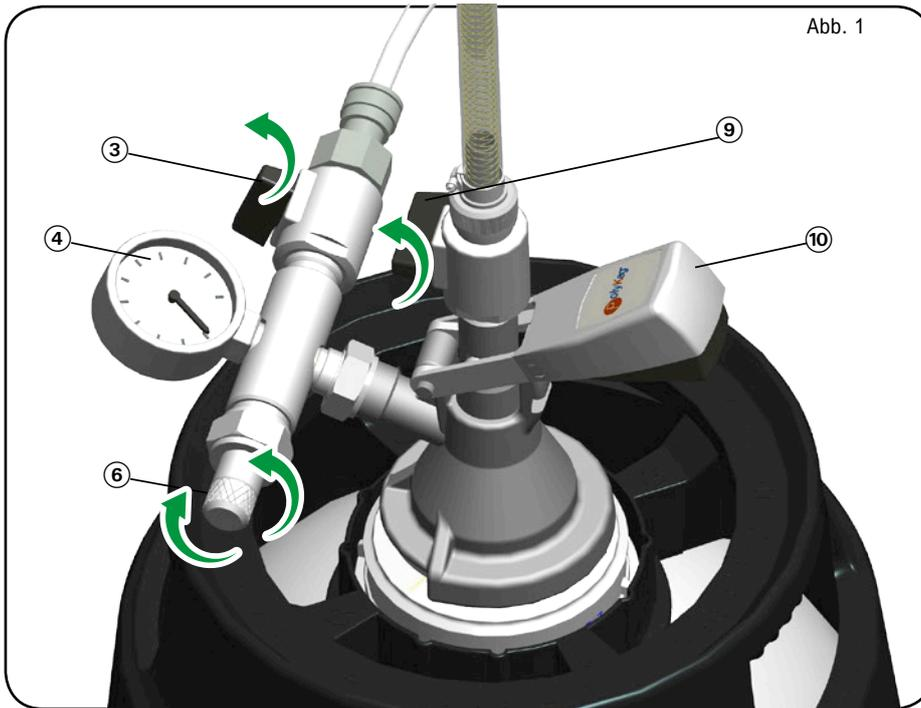

Abb. 1
- Jene Teile, die mit dem Produkt (Abb. 1) in Kontakt kommen, müssen laut den Anweisungen in Abschnitt 5 des vorliegenden Handbuchs sterilisiert werden.
- Den Hebel des Anschlusses ⑩, Abbildung 1, bis zum Endhub absenken. Das Manometer ④ wird den Innendruck des Fasses PolyKeg® anzeigen.
- Zur Einstellung des Gegendrucks den Hahn ③, Abbildung 1, öffnen, bis der gewünschte Gegendruckwert erreicht ist (etwa 0,5 bar weniger in Bezug auf den Druck der Produktabfüllung) und dann den Hahn schließen.
- Den Hahn ⑨, Abbildung 1, öffnen, um mit dem Befüllen zu beginnen.
- Den Gegendruckregler ⑥, Abbildung 1, drehen, um die Abfüllgeschwindigkeit des Produktes einzustellen bzw. zu ändern.
- Nach Erreichen der gewünschten Produktmenge, den Hahn ⑨, Abbildung 1, schließen.
- Den Regler ⑥ schließen.
- Den Hahn ③ öffnen, um den Gegendruck auf einen Wert zu bringen, der gleich oder etwas über dem Druck der Produktabfüllung liegt.
- Den Hahn ③ schließen.
- Den Hebel des Anschlusses ⑩, Abbildung 1, schnell nach oben drücken.